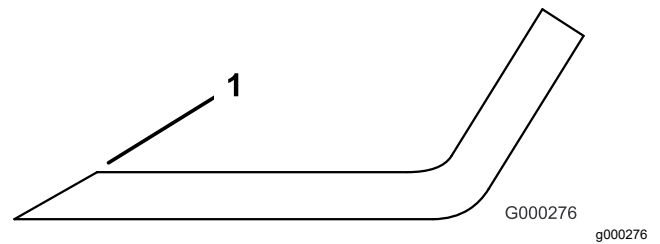

Bild 27
- Prüfen Sie die Schnittkanten aller Messer und schärfen die Kanten, wenn sie stumpf sind oder Kerben haben (Bild 27).
Hinweis: Schärfen Sie nur die Oberseite der Schnittkante und behalten Sie den ursprünglichen Schnittwinkel bei, um die Schärfe des Messers zu gewährleisten (Bild 27). Das Schnittmesser bleibt ausgewuchtet, wenn von beiden Schnittkanten die gleiche Materialmenge entfernt wird.